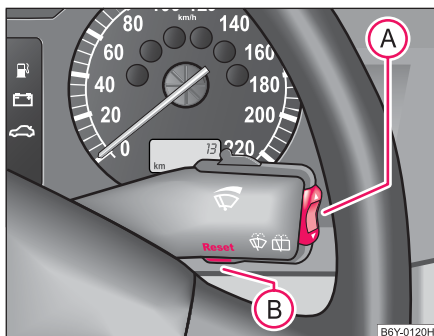

Fig. 11 Ecran d'informations : Eléments de commande
- Vous pouvez activer le menu en appuyant pendant plus d'1 seconde sur l'interrupteur **(A)** ⇒ fig. 11.
Après 10 secondes ou après avoir actionné l'interrupteur **(A)** ⇒ page 23, fig. 11, les messages d'anomalies sont masqués et déposés dans la donnée **CAR STATUS (ETAT DU VEHICULE)**.